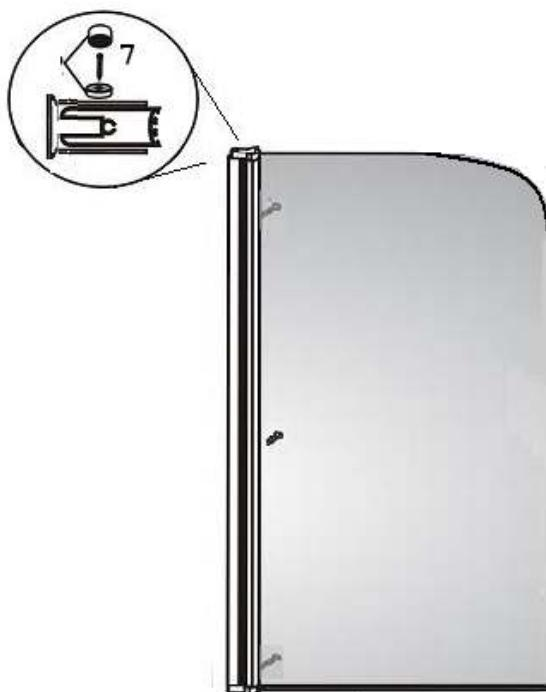

Рис.5
4. Просверлите отверстия в вертикальной петле /2/. С помощью саморезов 4*12 с шайбами /7/ соедините между собой вертикальную петлю и пристенный профиль /1/ (рис.5).